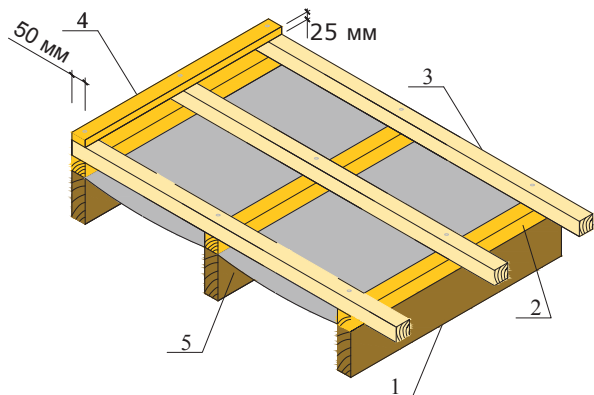

Рис. 9
4.1.13. По окончании монтажа обрешетки вдоль торцевых свесов по обрешетке устанавливают торцевой брусок сечением 50x25 мм. (рис. 9.)